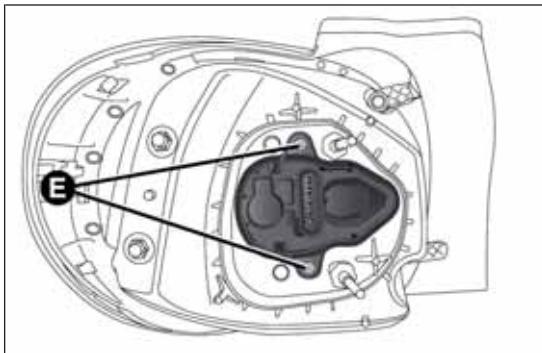

fig. 185
- scollegare il connettore elettrico, svitare le viti di fissaggio E fig. 185 e rimuovere il gruppo portalampane;